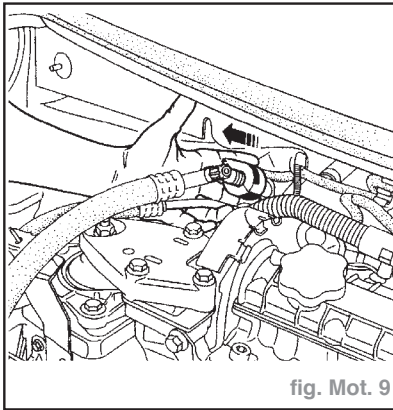

fig. Mot. 9
- Déconnecter les raccords rapides de tuyaux de circuit de climatisation au niveau de la chapelle d'amortisseur (outil **NAUDER réf. 7240 et 7242**) (fig. Mot. 9).